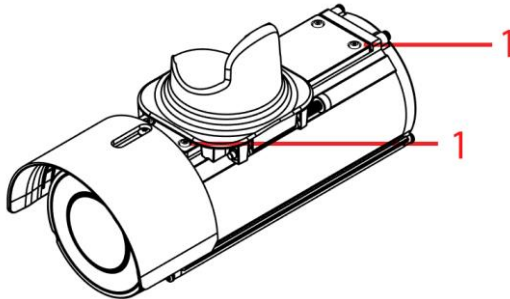

Abbildung 10
- E. Bringen Sie die Halterungsarmplatte an die Kamera an, indem Sie die vier T10-Schrauben (1) (Abbildung 10) der Halterungsarmplatte verwenden.